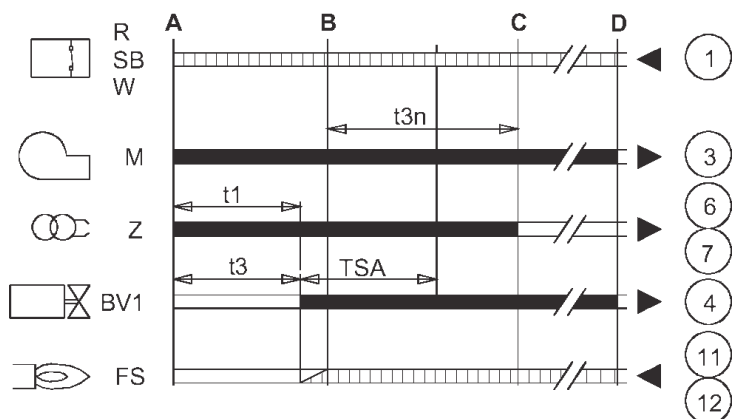

fig. 9
- Le fonctionnement commence, voir le diagramme de la fig. 9: